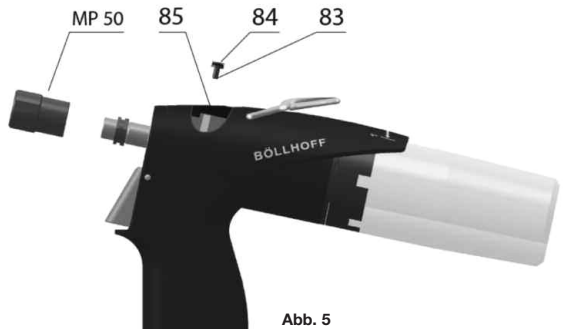

Abb. 5
- 2- Schrauben Sie die Öl-Verschlusschraube (Abb.5 Pos. 83) mit dem O-Ring (Abb.5 Pos. 84) aus dem Werkzeug heraus.
- 10- Schrauben Sie die Ölschraube mit der Dichtung (Abb. 5 Pos. 83 und 84) wieder fest.